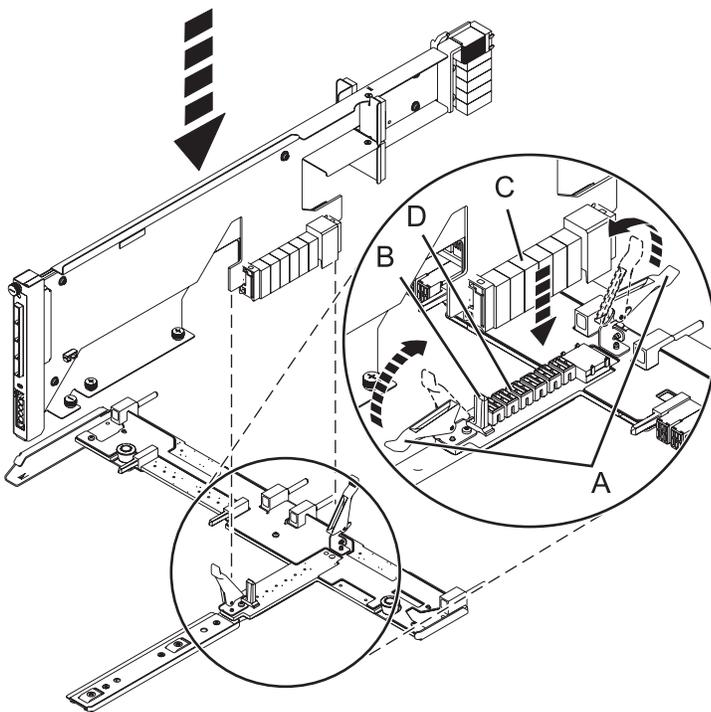

図 44. ミッドプレーンへの SAS コンジット・カードの取り付け
- a. 確実に接続するためのガイド・トラック (B) を使用して、カード・コネクタ (C) をミッドプレーン接続部 (D) の上に位置付けます。
- b. 図 44 に示すように、ハンドル (A) を引き上げて、SAS コンジット・カードをミッドプレーンに設置し、固定させます。